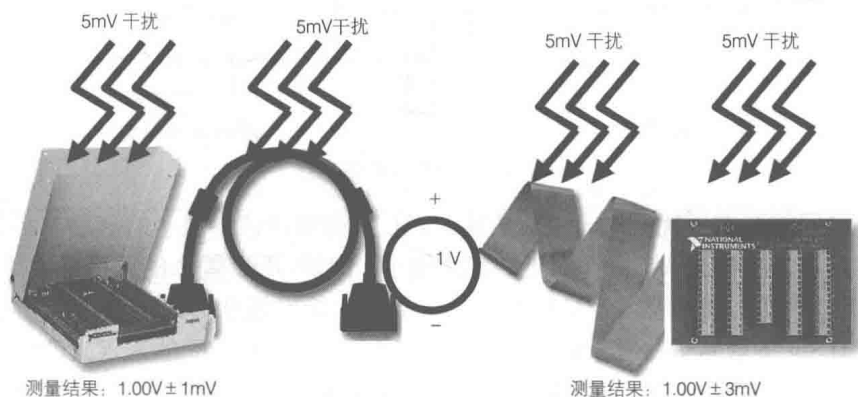

图 16-24 不同电缆与抗干扰效果
(1) 合理地放置设备,屏蔽干扰信号。
- ◆ 最好采用屏蔽电缆及接线端子。如图 16-24 所示,这里对比了使用 NI 屏蔽电缆及接线端子前后的效果。使用屏蔽电缆和接线端子后信噪比增大了 2 倍。